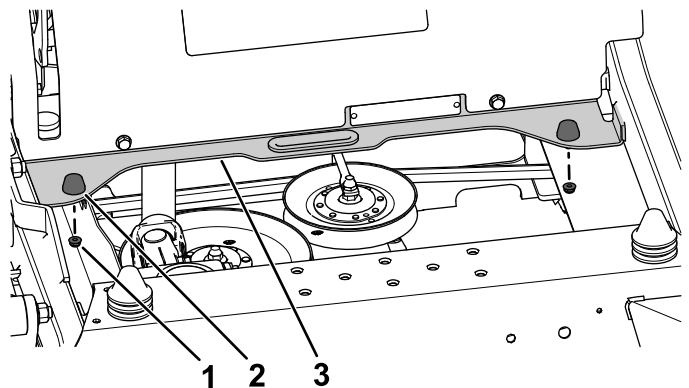

Figure 11
- Retirez les 2 contre-écrous ($\frac{1}{4}$ ") des butées en caoutchouc sur le renfort transversal (Figure 11). Conservez les 2 contre-écrous ($\frac{1}{4}$ ").